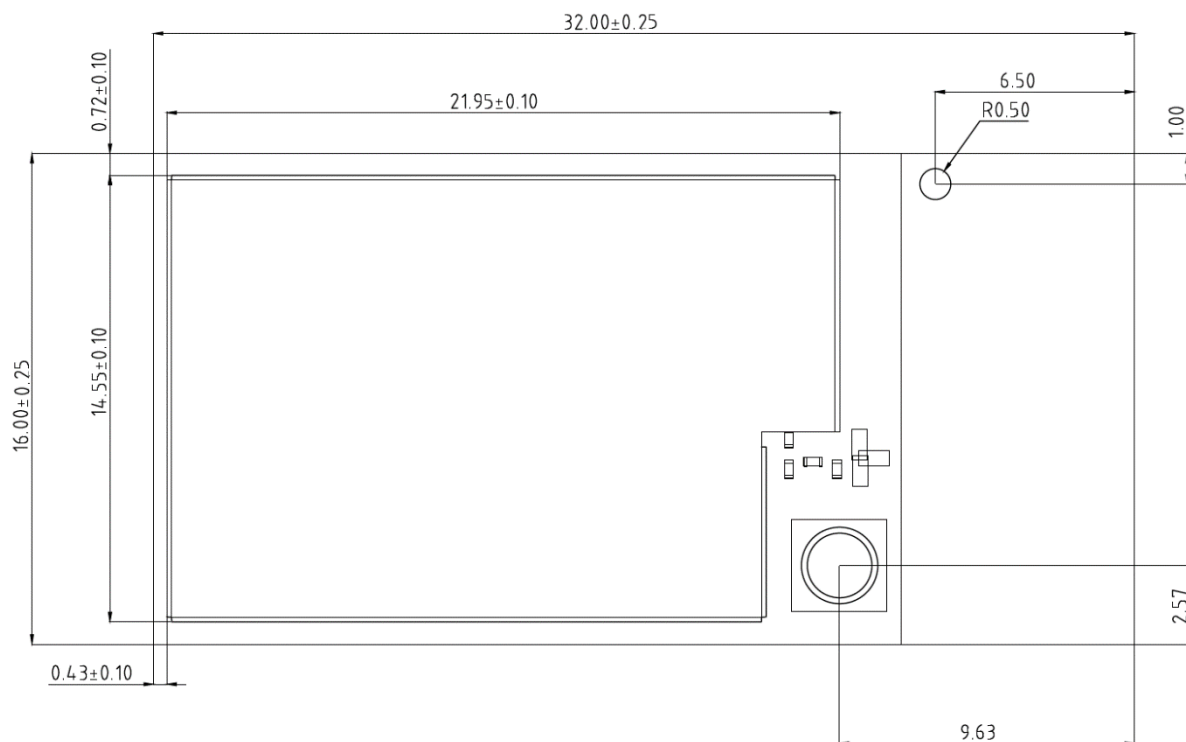

图 11 俯视图
- (1) 柜式烘烤箱
- (2) 防静电、耐高温托盘
- (3) 防静电耐高温手套
- 庆科出厂的模块存储条件如下（存储环境如 5.4 节图 11 所示）：